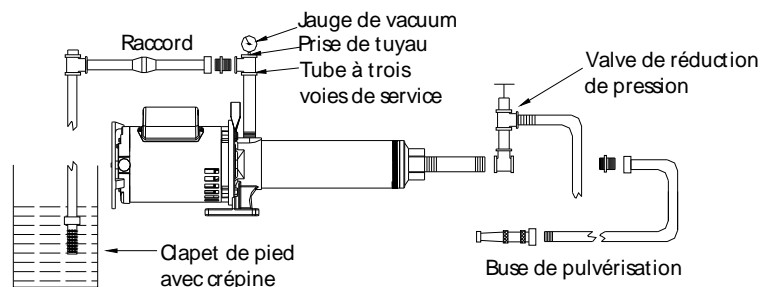

Figure 10
Le suivant s'applique lors du pompage d'un puits, citerne, étang ou contenant de la contenant de la solution de nettoyage (voir figure 10 à la page 8).
Sur les applications de levage d'aspiration (voir la figure 10 à la page 8) amorcer l'appareil comme suivant:
**NOTE:** À la première utilisation de la pompe, il peut être nécessaire de réamorcer l'appareil trois (3) ou quatre
(4) fois avant que tout l'air soit hors du tuyau d'aspiration.
5. Le vacuomètre installé dans le tuyau d'entrée ne devrait jamais lire plus de 10 pouces de vacuum. Sinon, la pompe peut tomber en panne (voir figure 10).